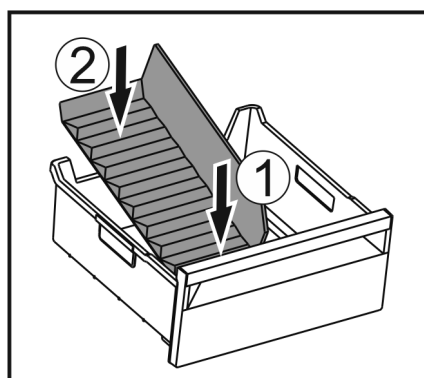

Fig. 136
- ▶ Helyezze be a jégkész-eltávolító elülső részét. Fig. 136 (1)
- ▶ Süllyessze le a jégkész-eltávolító hátsó részét a fiók aljáig. Fig. 136 (2)